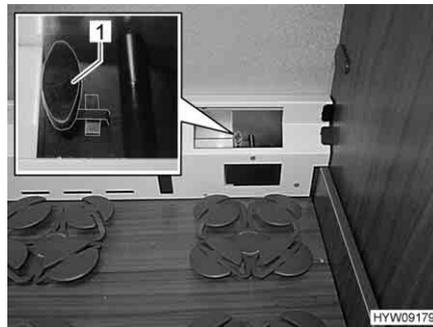

Fig. 119 Valvola di chiusura (zona di coda)
- La manopola (Fig. 119,1) si trova in senso longitudinale rispetto al tubazione: La potenza di riscaldamento massima nella zona di coda.
- La manopola (Fig. 119,1) si trova in senso trasversale rispetto al tubazione: La zona di coda non viene riscaldata.
- La manopola (Fig. 119,1) si trova in una posizione intermedia: La potenza di riscaldamento nella zona di coda varia a seconda della posizione della manopola.